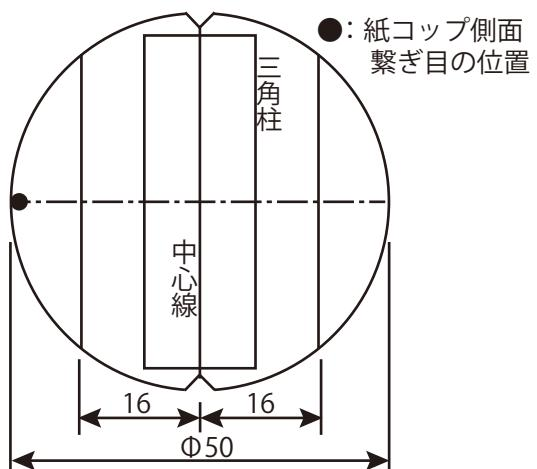

図2. 紙コップ底穴あけ位置決め用円板
(同じ 205 ml 紙コップでもメーカーが違つ場合、図2、図4 の数値が変わる)
- 紙コップ底穴あけ位置決め型紙円板 (画用紙) (図2) 1枚
用紙で図2のような紙コップ裏底に穴をあける位置を決めるための型紙を作ります。